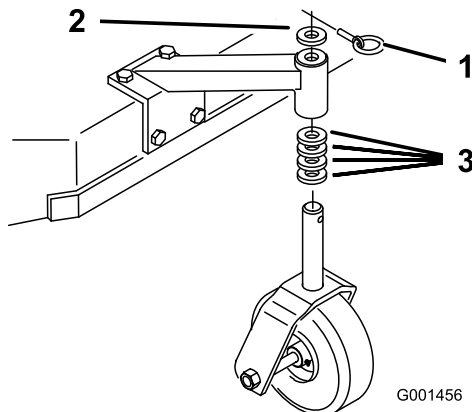

Figura 19
1. Usando la Tabla de alturas de corte \(página 24\), ajuste los espaciadores de las ruedas giratorias según el taladro de eje seleccionado (Figura 19).
2. Retire el pasador, retire la rueda giratoria del soporte y cambie los espaciadores (Figura 19).
3. Instale la rueda giratoria en el soporte e introduzca el pasador (Figura 19).